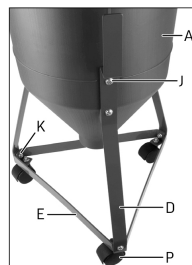

FIGURE 2.
1. Reliez chaque patte (D) au seau de la trémie en plastique (A) au moyen de 2 vis de blocage (J) et retenez-les à l'intérieur du seau au moyen de 2 écrous (K). Voir la figure 2.
2. Fixez les renfort de connexion de patte (E) à chaque patte (D) et retenez le tout au moyen des vis de blocage (J) et des écrous M6. (K). Voir la figure 2.
3. Fixez la roulette de plastique (P) à chacune des 3 pattes et retenez-la au moyen de l'écrou pour roulette . Voir la figure 2.